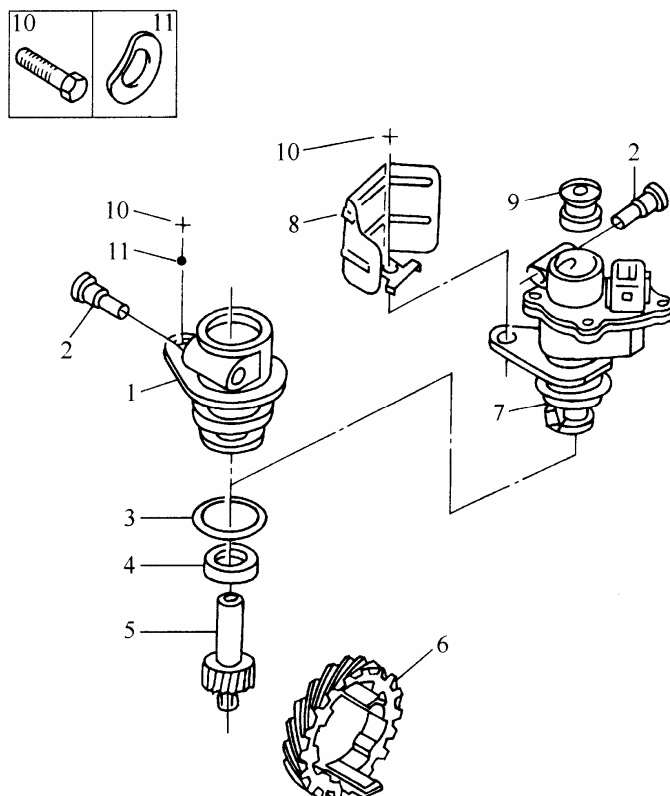

图 9-96 车速里程表驱动机构
(1) 车速里程表 由车速表和里程表组合而成，用来指示汽车当前的行驶速度和累计汽车行驶的里程。车速里程表均由安装在传动系上的驱动齿轮驱动，其组成如图 9-96 所示。